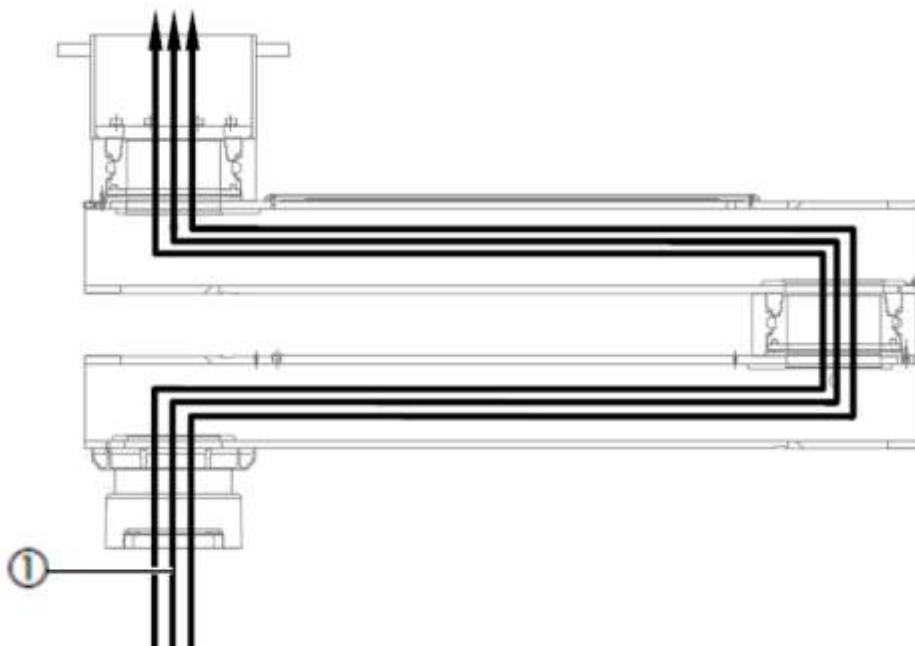

Abb.20 Verlegen der Schläuche durch das Aufhängungssystem
- Lösen Sie die 4 Zylinderschrauben M8 ①, mit denen der Servicekopf befestigt ist.
- Führen Sie die neuen Schläuche ① vorsichtig durch das Aufhängungssystem und zur Schnittstellenplatte, wie in Abbildung 20 dargestellt.